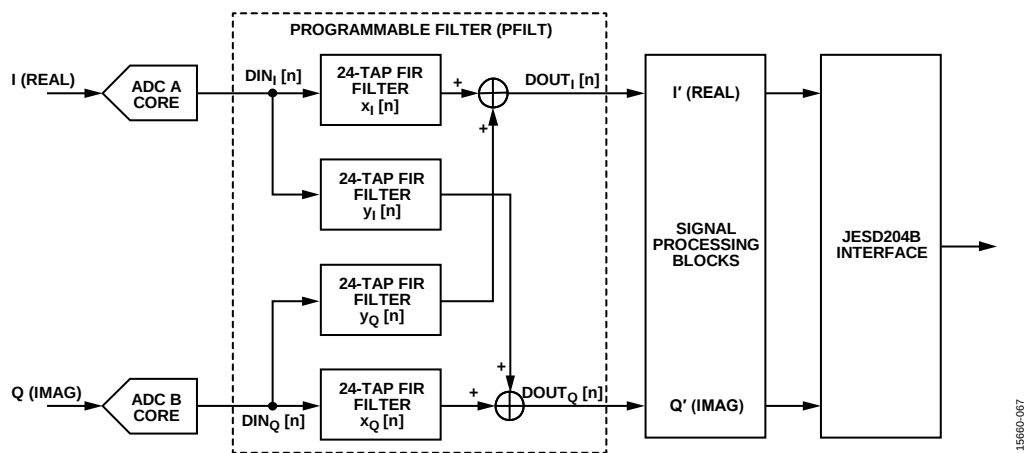

図 96. 24 タップ全複素フィルタ構成
- I/Q チャンネル用の 24 タップ実数フィルタ 4 個を使用した全複素フィルタ（図 96 参照）